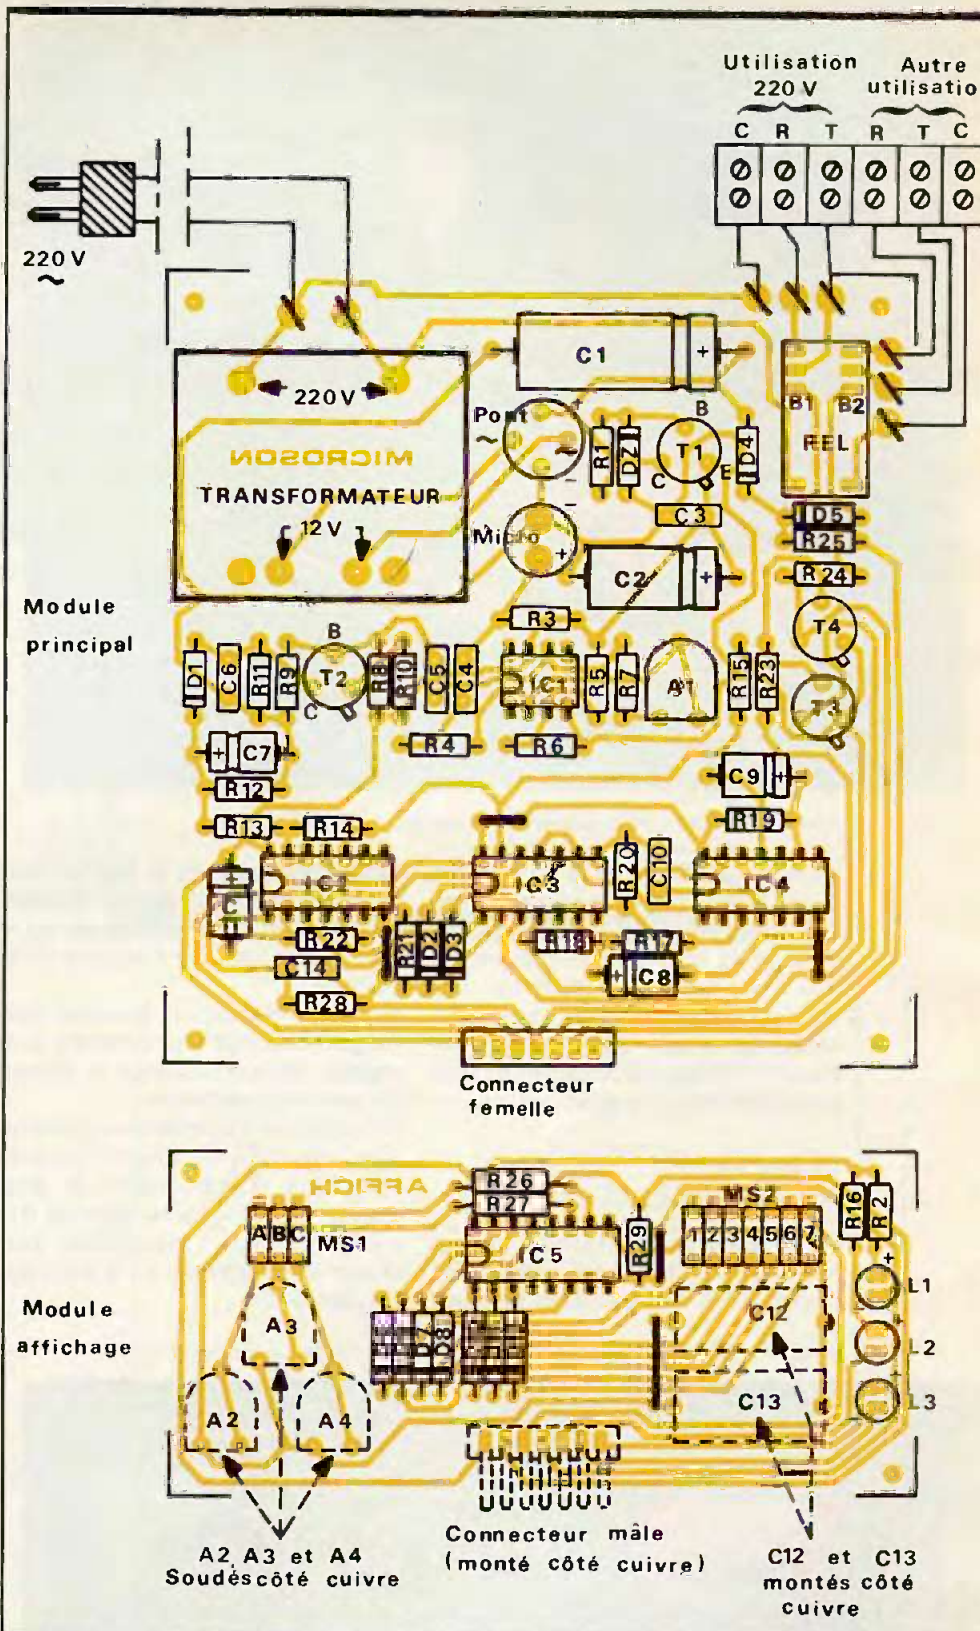

Fig. 8 Implantation des éléments.
b) L'implantation des composants (fig. 8)